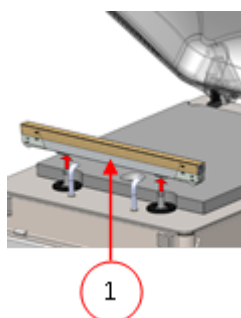

Abbildung 19: Entfernen der Schweißleiste
1. Entfernen Sie die Schweißleiste, indem Sie sie von den Zylindern abheben. Vgl. *Abbildung 19: Entfernen der Schweißleiste* auf Seite 57.